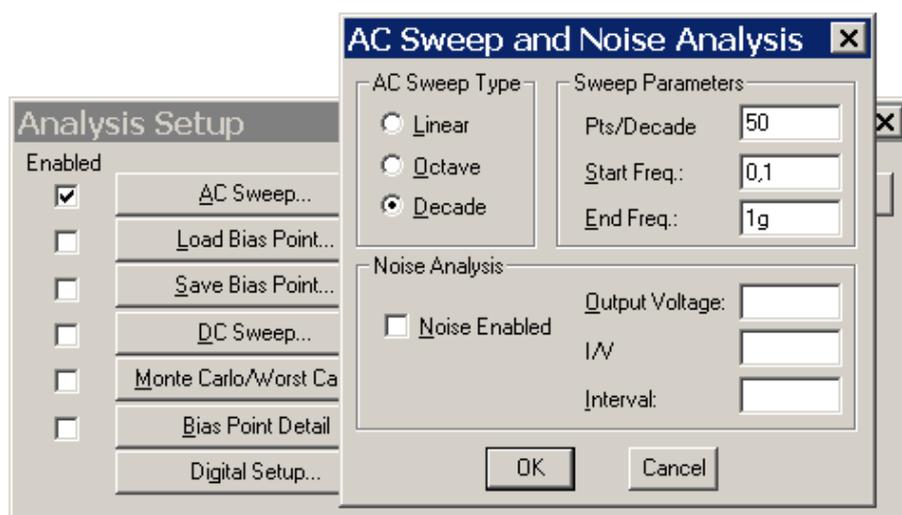

Рисунок 2.1 – Окно настройки моделирования: настройка анализа AC Sweep
2.4.2 Через меню **Analysis > Setup** открыть окно настройки моделирования и выбрать тип анализа **AC Sweep**. Первоначальные параметры анализа задать, как показано на **рис. 2.1**.
Проанализировать вид АЧХ, открыть окно настройки моделирования (рис. 2.1) и изменить, если требуется, граничные частоты анализа и др. параметры таким образом, чтобы графики приобрели наиболее информативный вид.